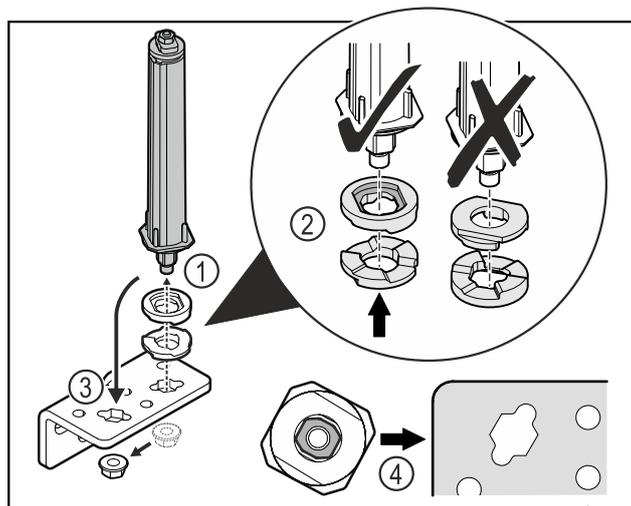

Fig. 36
- ▶ Uvoľnite maticu a odstráňte systém zatvárania dverí Fig. 36 (1).
- ▶ Dbajte na správne vyrovnanie podložiek na výškové prestavenie Fig. 36 (2).
- ▶ Premiestnite systém zatvárania dverí v uholníku závesu a zafixujte ho maticou Fig. 36 (3).
- ▶ Dbajte pri nasadzovaní na správne vyrovnanie systému zatvárania dverí Fig. 36 (4).